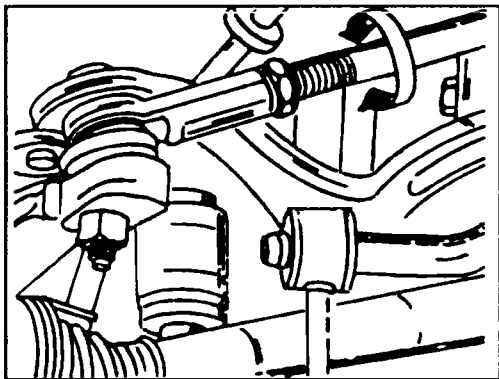

Рис. 7.24 Изменение длины рулевой тяги
- ◆ Для регулировки схождения ослабьте контргайки на обеих рулевых тягах и с помощью щипцов одинаково поверните обе тяги в одном и том же направлении вперед или назад (см. рис. 7.24) Если оба рычага будут повернуты одинаково, то рулевое колесо будет находиться в среднем положении во время езды прямо.